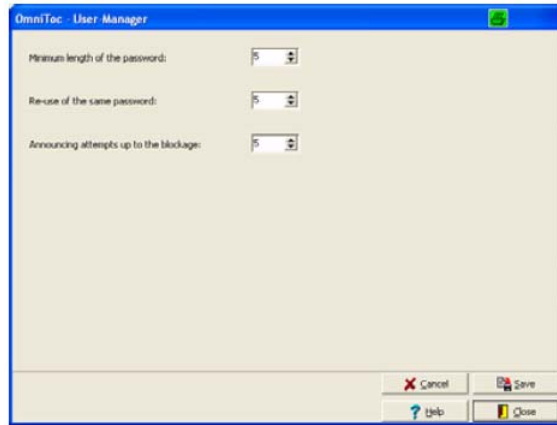

图72 User Manager（用户管理员）窗口
3. 在**User Manager**（用户管理员）窗口（图72），点击**SETUP**（设置）。